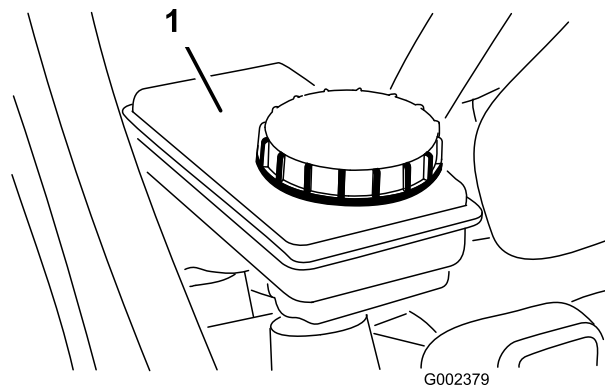

Figura 58
5. Certifique-se de que o nível do fluido está ao nível da linha de Cheio indicada no reservatório (Figura 58).
6. Se o nível de fluido for baixo, limpe a zona em torno da tampa, retire-a, e encha o reservatório até atingir o nível adequado com o fluido de travões especificado (Figura 58).